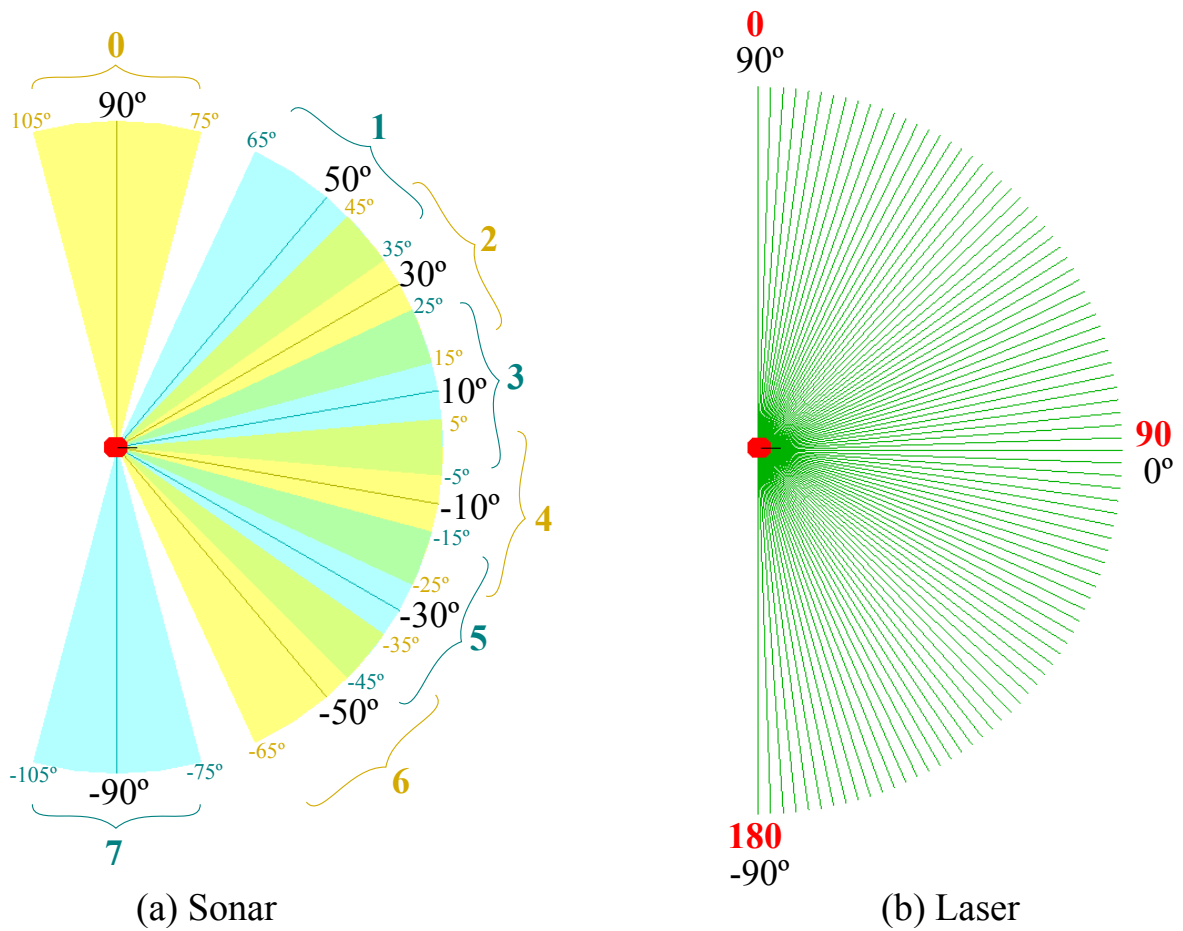

Figura 3: configuração dos sensores sonar e laser.
3. Encontrar a medida do sensor k mais próxima da orientação da célula em relação ao robô. Isso depende se está sendo utilizado laser ou sonar. A Figura 3 mostra a configuração tanto do sonar quanto do laser. Para facilitar o trabalho, são fornecidas as funções `base.getNearestSonarBeam(phi)` ou `base.getNearestLaserBeam(phi)`, que retornam o índice da medida mais próxima do ângulo `phi`. Se a orientação da célula for menor do que -90° o sensor mais próximo será o último à direita. Se a orientação da célula for maior que 90° o sensor mais próximo será o último à esquerda.